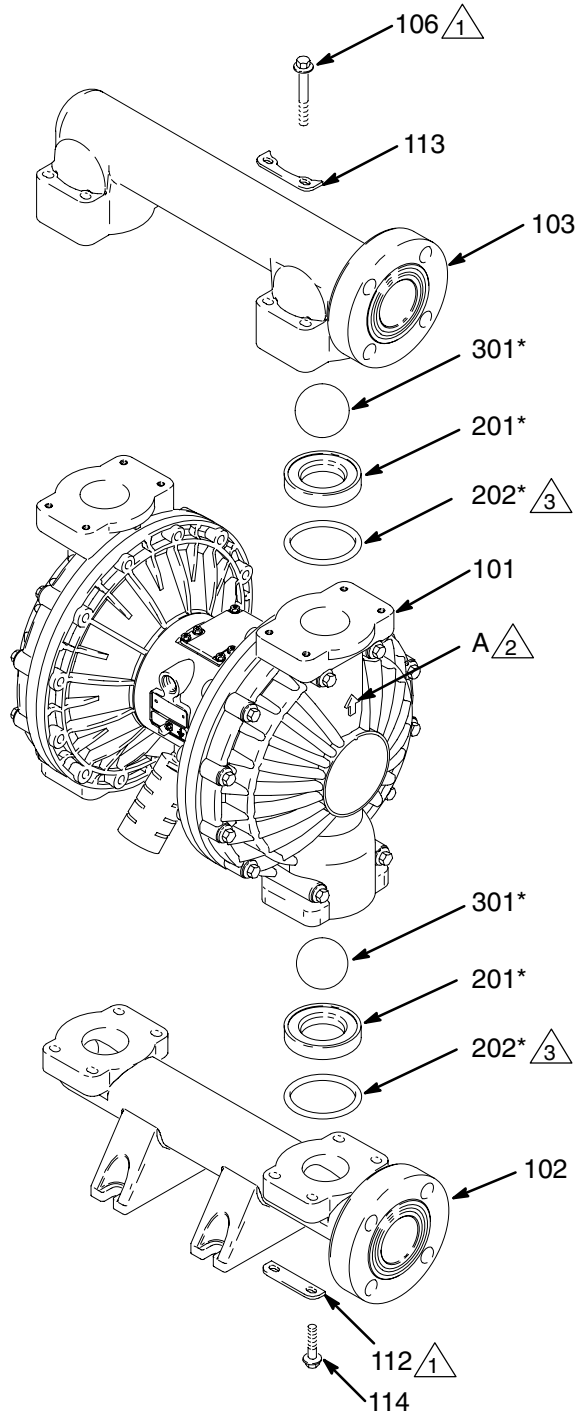

Fig. 11
3. Haal de vier bouten (106) los met een inbussleutel van 10 mm, en houd daarbij het spuitstuk (103) op de vloeistofdeksels (101) gedrukt. Zie Fig. 11.
4. Verwijder de zittingen (201), kogels (301) en de O-ringen (202) van het spuitstuk.
**OPMERKING:** Sommige modellen hebben geen O-ringen (202).
5. Keer de pomp om en verwijder de bouten (112), sluitringen (114) en het inlaatspruitstuk (102). Verwijder de zittingen (201), de kogels (301) en de O-ringen (202) van de vloeistofdeksels (101).
2. Steek alles terug in elkaar in omgekeerde volgorde, waarbij u alle opmerkingen in Fig. 11 opvolgt. Zorg ervoor dat de kogelkleppen **exact** gemonteerd worden zoals afgebeeld. De pijlen (A) op de vloeistofdeksels (101) **moeten** naar het uitlaatspruitstuk (103) wijzen.